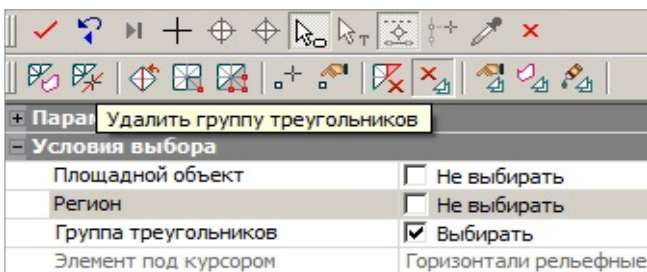

Рис. 6.12
- для выбора группы треугольников в методе  можно использовать два режима курсора – создавать новый контур (курсор ) и указывать существующий (курсор ). В границах временного контура всегда удаляется набор отдельных треугольников, а вот при выборе полигона можно удалить группу треугольников. Для этого удобно использовать фильтр на выбор именно группы (рис. 6.12).